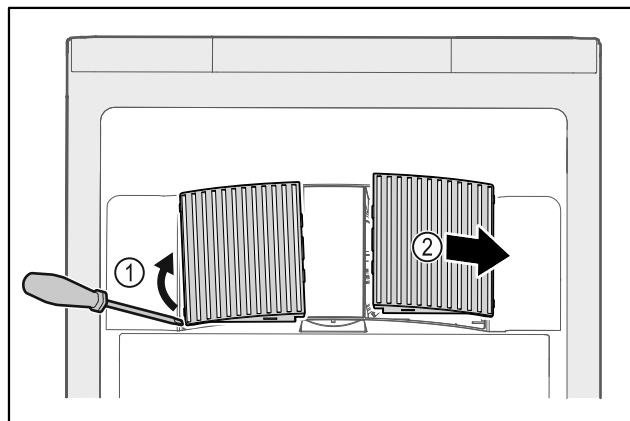

Fig. 126
- ▶ Внимателно повдигнете капаците на вентилаторите от страни Fig. 126 (1) и ги свалете напред Fig. 126 (2).